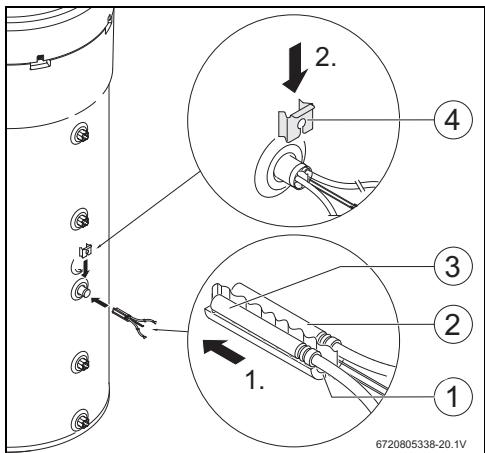

Fig. 7
- Montar o conjunto de fixação [1], o sensor NTC do acessório [2] e o sensor NTC do controlador [3] e posicionar o conjunto de acordo com a Fig. 7.